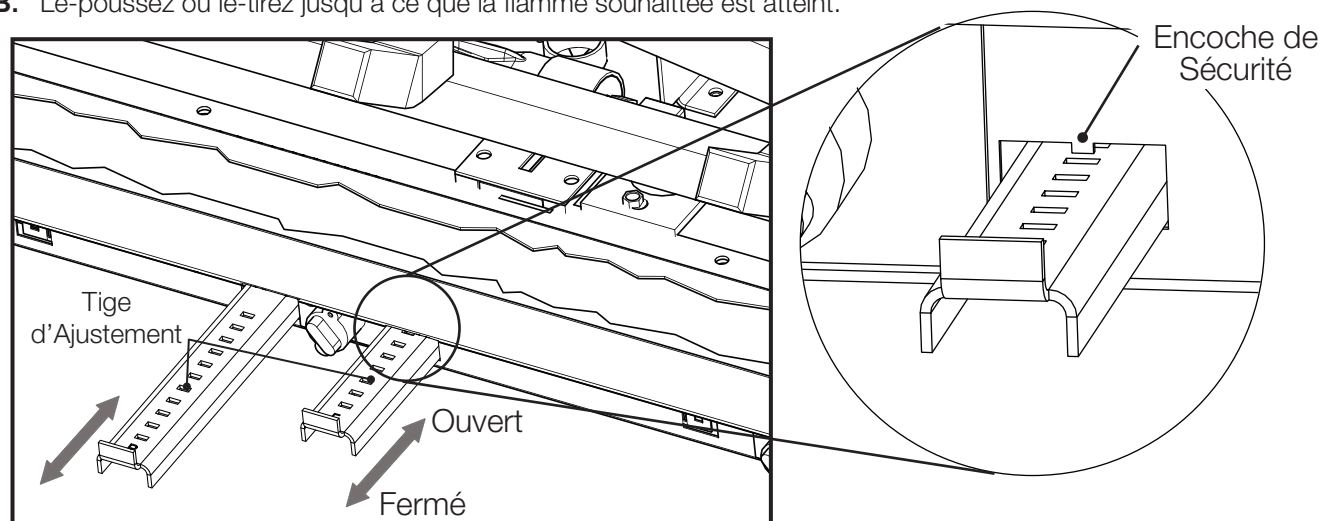

Fig. 1
Le réglage de l'air fin doit être effectué à l'aide du levier pour obtenir la flamme souhaitée (**FIG. 1**).
- A. Placez le tige d'ajustement dans le milieu de l'ouverture afin de le-dégager les encoches de sécurité (**Fig. 1**).
- Retirez les 4 vis servant à fixer l'assemblage de bûche. Le retirez et mettez de côté (**Fig. 1**).